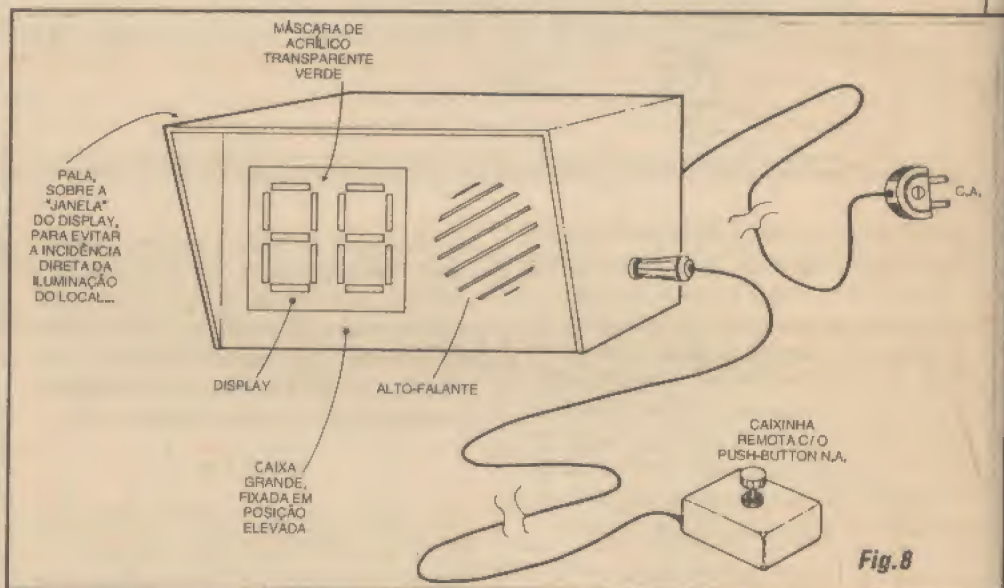

Fig. 8
- FIG. 8 - SUGESTÃO PARA O ENCAIXAMENTO GERAL DO SEBIN...
- FIG. 8 - PARÂMETROS ELÉTRICOS DOS DISPLAYS A LEDs... - Os 7 LEDs embutidos dentro de cada *display* continuam sendo... LEDs, e ficam sujeitos a todos os limites, parâmetros e condições de funcionamento já vistos em distante *aula* na qual tais componentes foram abordados. Tensão e corrente, em cada segmento, estão parametradas pelas necessidades/requisitos dos LEDs individuais... Dessa forma, é muito comum que resistores/série sejam anexados a cada pino de controle de segmento (a-b-c-d-e-f-g), com o cálculo dos seus valores obedecendo às mesmas fórmulas vistas na *arqueológica Aula* mostrada em ABCDE5... Além dos 7 LEDs correspondentes aos segmentos de formação dos algarismos, é comum que o bloco do *display* contenha ainda um oitavo LED, posicionado de forma a representar o **ponto decimal** (no canto inferior direito do painel frontal...). Este mostra, externamente, a forma de um... ponto, redondinho ou quadradinho, para bem diferenciá-lo dos segmentos em forma de barras ou linhas, formadores do algarismo... Eletricamente, obedece aos mesmos padrões de **anodo comum** ou de **catodo comum** já explicados. A respeito da energização dos LEDs/segmentos, notem que normalmente num *display* tipo **anodo comum**, este estará **positivado**, devendo um nível "0" ou *baixo* ser aplicado ao terminal do segmento que deva acender. Já no *display* do tipo **catodo comum**, este estará **negativado**, ocorrendo o acendimento do segmento cujo respectivo terminal receba um nível "1" ou *alto*...